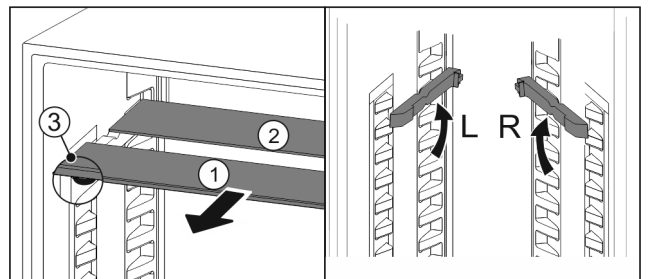

Fig. 142
- ▶ 将玻璃隔板逐个向前拉出 Fig. 142 (1)。
- ▷ 带装饰条的玻璃隔板 Fig. 142 (1)在前。
- ▷ 阻挡装置 Fig. 142 (3)指向下方。